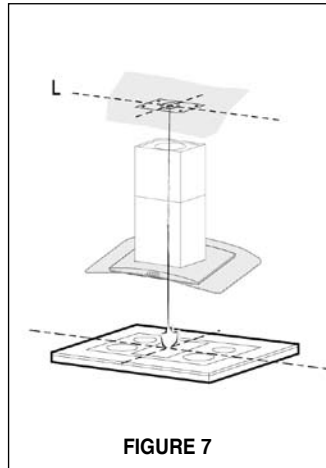

FIGURE 7
3. Un gabarit (L de la FIGURE 7) pour installer le support est fourni avec ce dernier. Utiliser ce gabarit pour marquer les trous du support au plafond.
4. Déterminer et faire toutes les coupes nécessaires pour les conduits. L'ouverture du conduit est illustrée sur le gabarit (L de la FIGURE 7). Installer les conduits avant de fixer le support. Le conduit n'est pas dans le centre exact de la treillis.